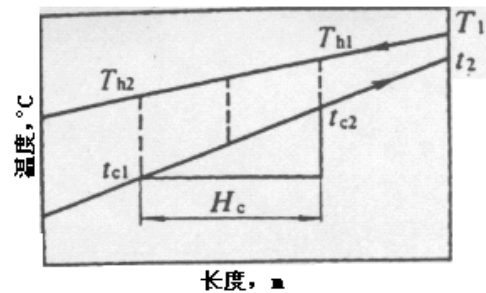

图 4-19 传热单元数的意义
错流、折流的平均温度差的求取：修正逆流的方式，修正系数采用查图表的形式（p239：图 4-19）。
3、查图表：非逆流条件下传热温差的求取，采用查图 4-19 的形式，使学生理解并掌握工程图表的使用。